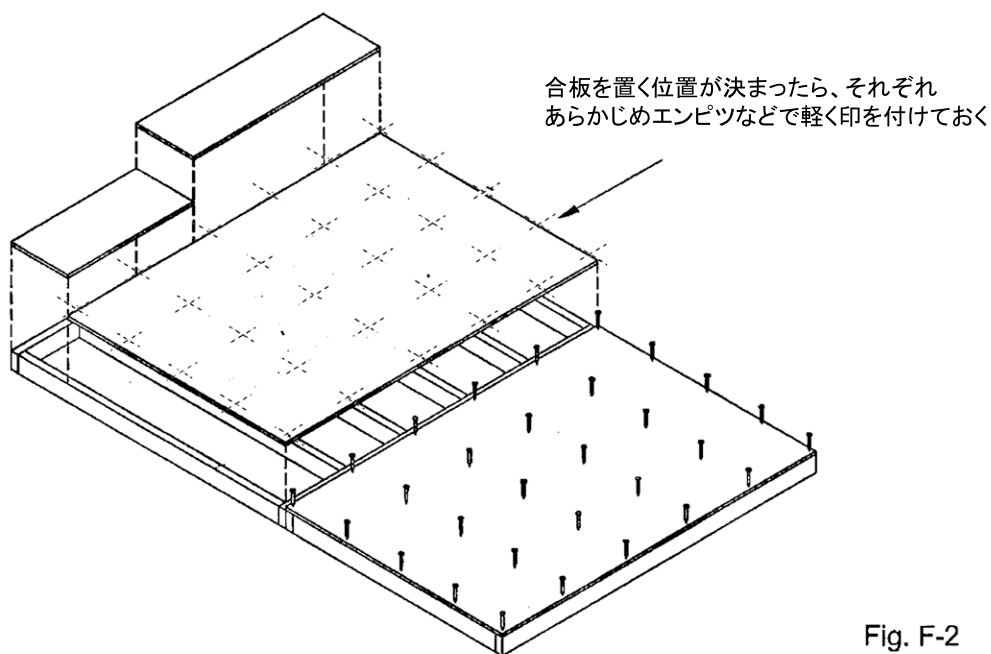

Fig. F-2
3. 水平になった根太の上に床板となる合板を張っていきます。張る前に根太の上に並べ、正しい位置を確認してください。図F-2参照